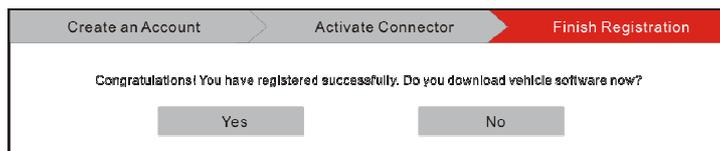

Fig. 4-6
B. Laden Sie Diagnose-Software: . Tippen Sie auf „Aktivieren“, wird ein Dialogfeld ähnlich Bild 4-6 erscheint: